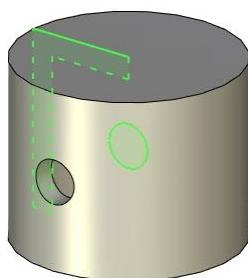

Рис. 2.6 – внешний вид поршня
2.3.4 Вырежьте в поршне отверстие под поршневой палец (см. рис. 2.6), создав операцией «Выталкивание» цилиндр. В основных параметрах в поле «Прямое направление» выберите «Через всё» . Для того, чтобы создаваемый цилиндр сразу вырезал отверстие (без необходимости отдельно применять булеву операцию «Вычитание» из панели «Операции» вкладки «3D Модель») выберите в свойствах операции пиктограмму «Выбрать исходное тело для булевой операции» и кликните на тело поршня.